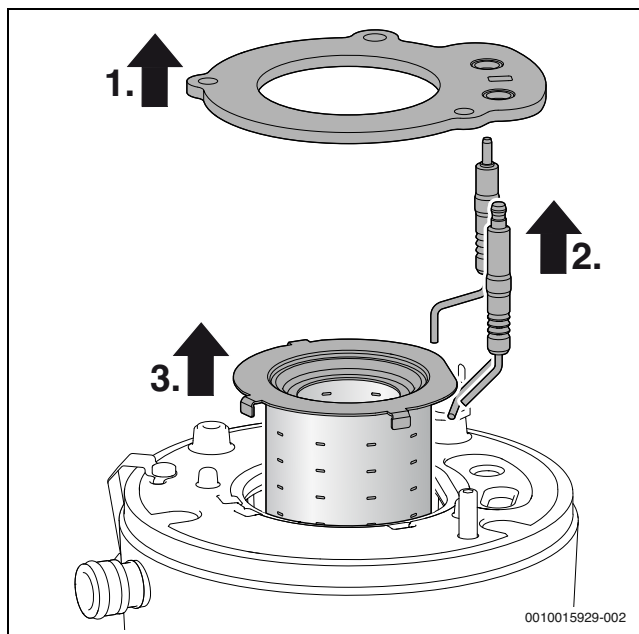

Fig. 51 Scoaterea arzătorului
- De fiecare dată când deschideți arzătorul, înlocuiți garnitura arzătorului (→ fig. 51, poz. [1]) și toate garniturile de etanșare deteriorate ca urmare a acestei măsuri. (Durata de viață maximă a garniturii arzătorului: 7,5 ani)